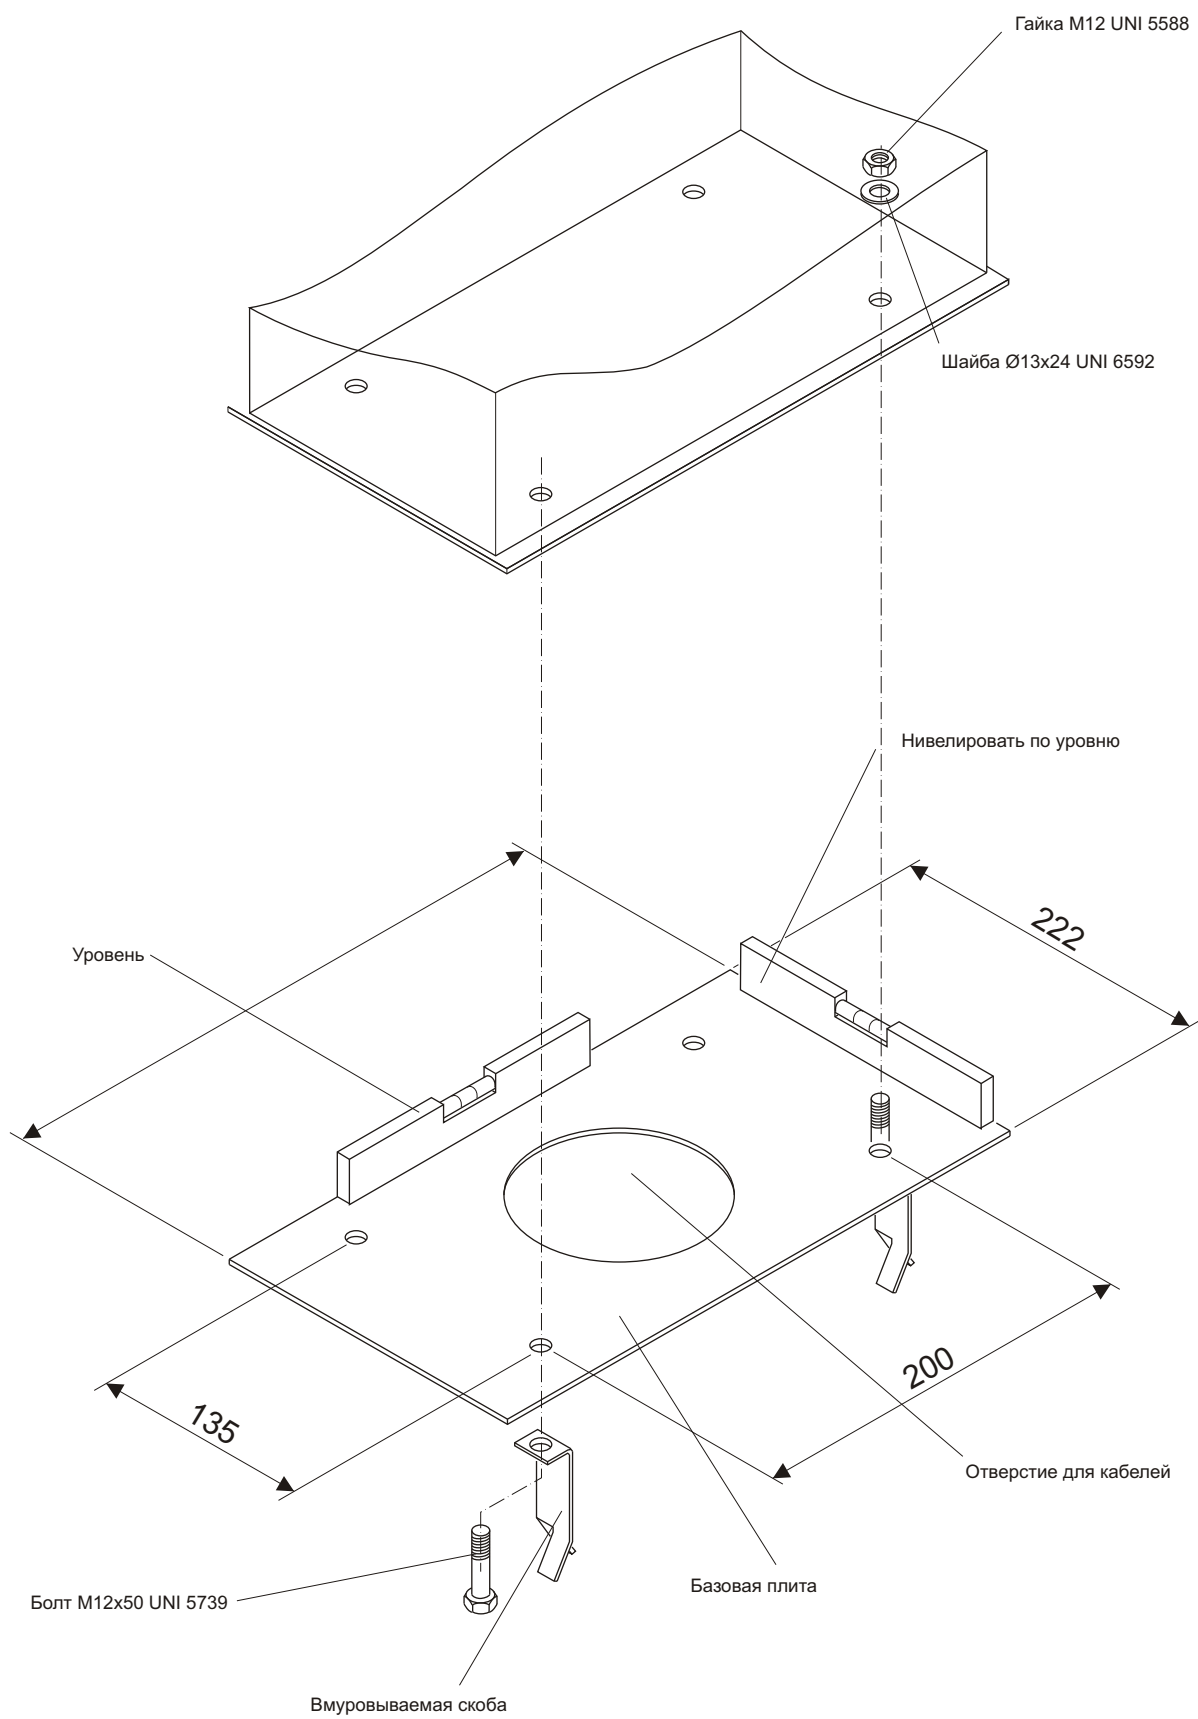

Рис. 2
3. Установка базовой плиты (Рис. 2)
Предварительно подготовив канал кабелей (сетевое питание, аксессуары, и т. д.), установить базовую плиту согласно размеров на рис. 2.